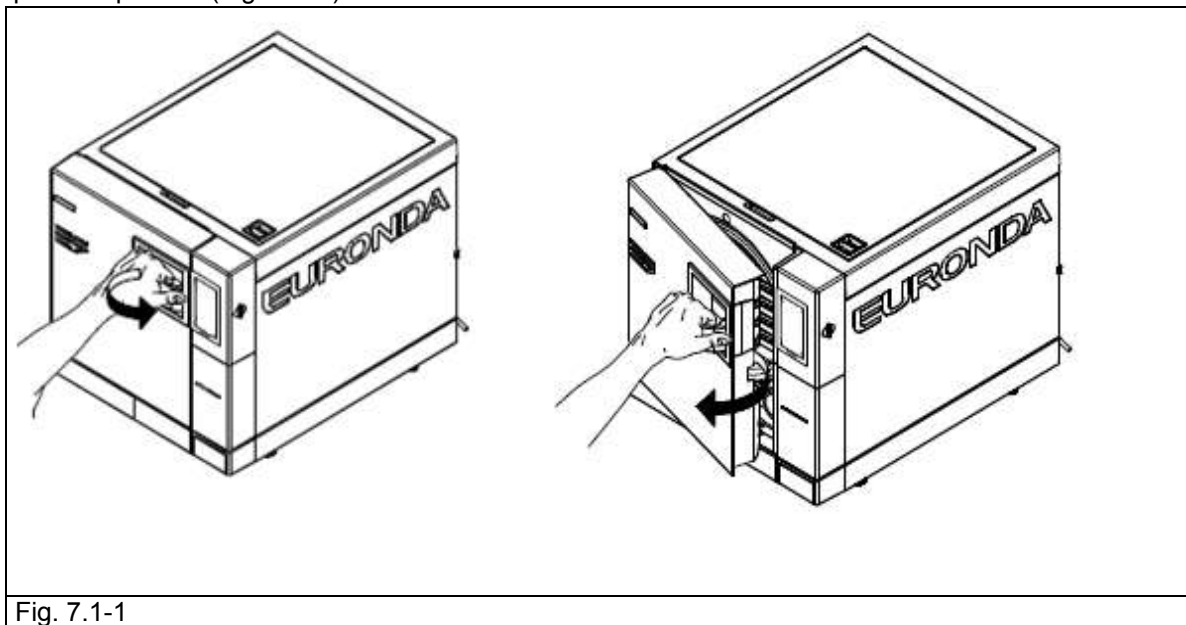

Fig. 7.1-1
1. Aprire lo sportello (Fig. 7.1-1).